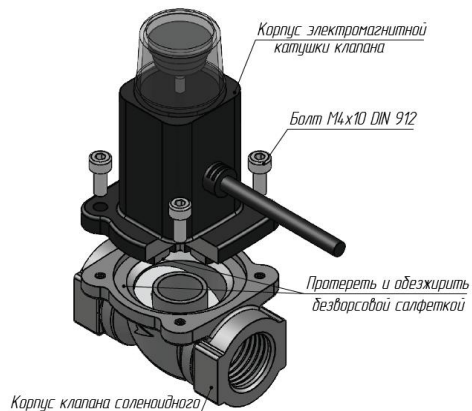

Рис. 1
1) Разобрать клапан, открутив 4 болта. Снять корпус электромагнитной катушки клапана Рис. 1.